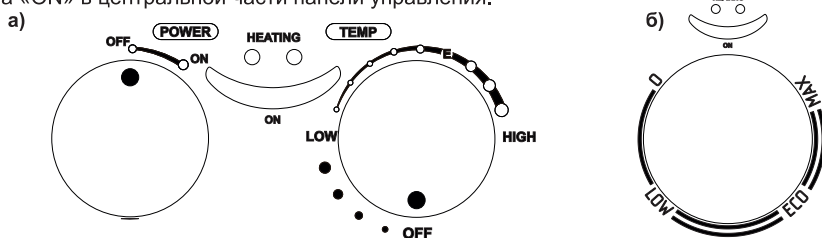

Рис. 3 Ручки управления водонагревателя: а) «WH» модели, б) «ТТ WH» модели
**5.4.** Панель управления (Рис. 3) состоит из:
7.1.5. Для включения водонагревателя в моделях, оснащенных выключателем (Рис. 3, а) необходимо повернуть ручку «POWER» в положение «ON». В моделях, оснащенных только ручкой регулировки (Рис. 3, б) при подключении вилки к розетке загорится индикаторная лампа «ON» в центральной части панели управления.
7.2.1. В моделях, оснащенных регулятором температуры (Рис. 3), температура нагрева воды может регулироваться ручкой, соединенной с термостатом в соответствии с обозначениями.
7.2.2. Температура устанавливается вращением ручки регулировки (Рис. 3, а, «TEMP») по часовой стрелке для увеличения температуры нагрева и против часовой стрелки для ее уменьшения.
7.2.3. Индикаторная лампа (Рис. 3, «HEATING») будет постоянно гореть во время фазы нагрева и погаснет после достижения заданной температуры.
7.2.4. Рекомендуется установить регулировочный винт термостата в положение (Рис. 3, а, «E» и б. «ECO»), соответствующее примерно 75% от максимального. В этом случае водонагреватель работает в экономичном режиме, значительно снижая скорость образования накипи.